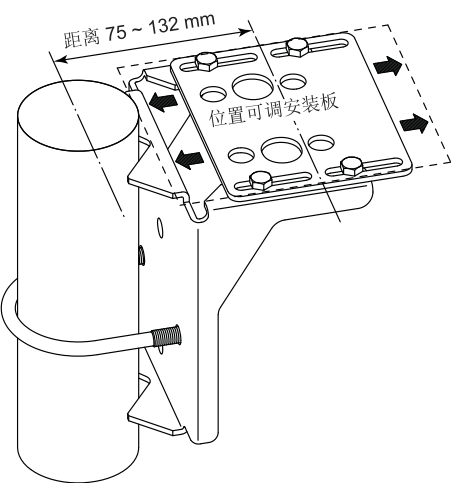

图 3.6 安装板可调范围
- *1：位置可调安装板可在75~132mm范围内调整。调整范围因型号和规格而异。（见图3.6至3.7）
隔膜密封法兰安装（见图3.6）。